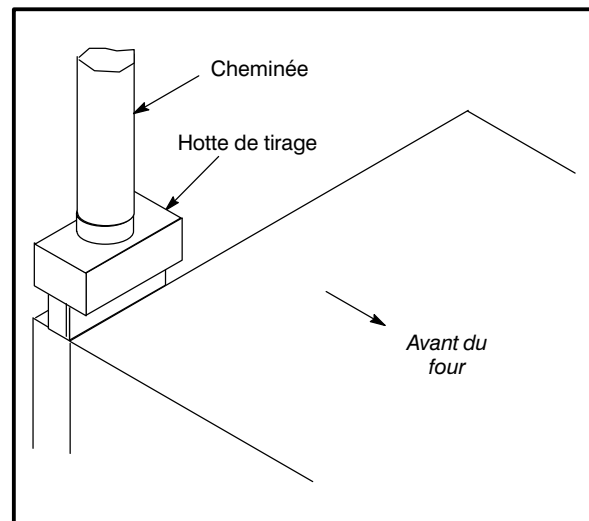

Figure 24
1. Placer la hotte de tirage au-dessus du connecteur de cheminée. Voir Figure 24.